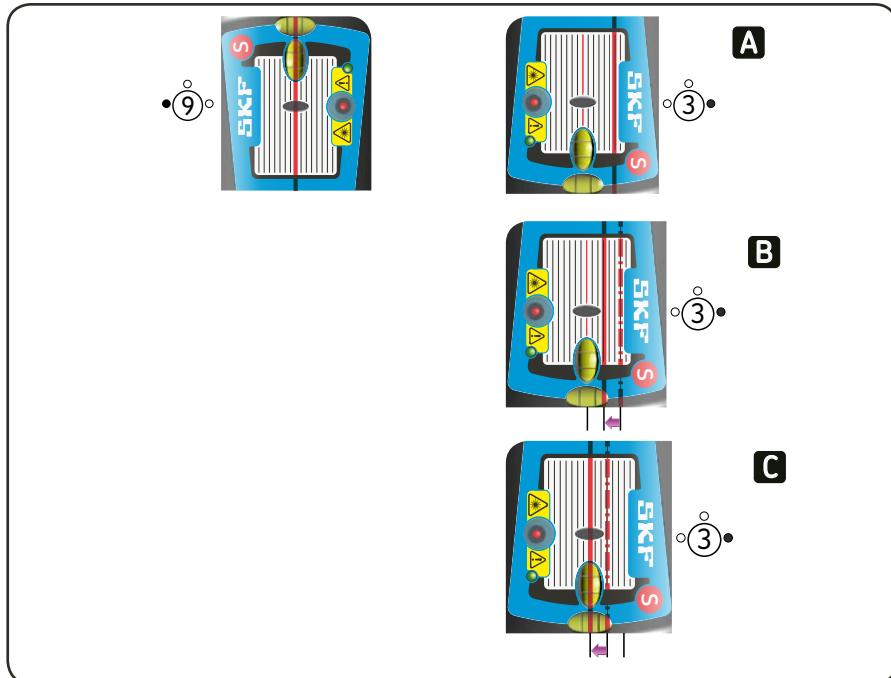

Fig. 13. Grovupprikning
- d) Om den horisontella upprikningen är mycket dålig, kan laserlinjerna hamna utanför detektorernas mätyta. Om detta sker måste först en grovjustering av upprikningen utföras. Detta sker genom att man riktar laserlinjerna mot positionsdetektorerna i läget klockan 9. Vrid mätenheterna till läget klockan 3 där linjerna kommer att hamna utanför detektorernas mål. Ställ in linjerna i ett läge halvvägs mellan detektorns mitt och det verkliga läget med hjälp av justeringsmekanismen, se fig. 13. Rikta den rörliga maskinen tills linjerna träffar centrum av positionsdetektorn.